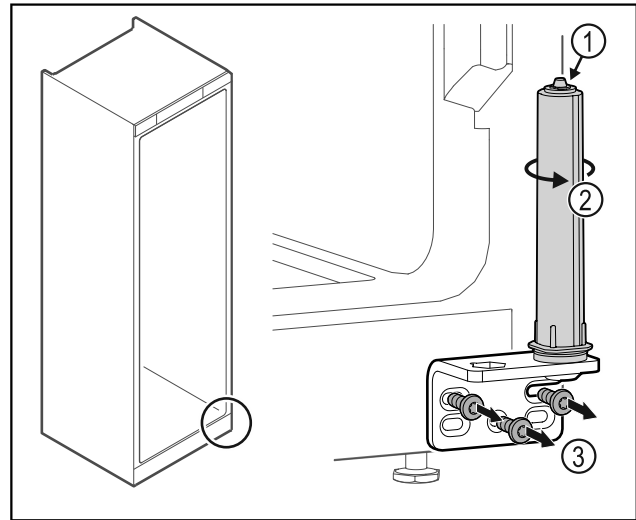

Fig. 18
- ▶ Не разбирайте систему закрытия двери Fig. 18 (1).
- ▶ Поворачивайте систему закрытия Fig. 18 (2) до щелчка.
- ▶ Отвинтите шарнирные уголки Fig. 18 (3).